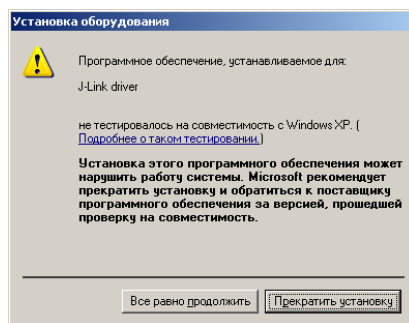

Рисунок 2.4 – Окно с информацией о совместимости
2.2.5.4 На предупреждение Windows ответить «Все равно продолжить» (Рисунок 2.4).